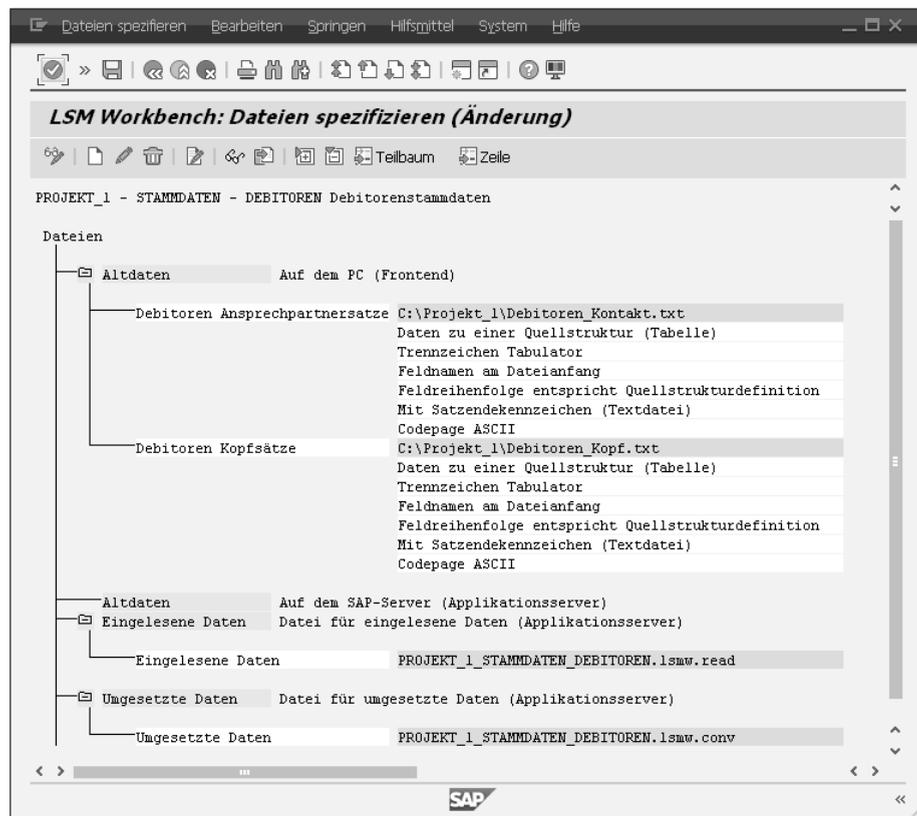

Abbildung 6.33 LSMW – Dateien spezifizieren
In unserem Beispiel liegen die Altdaten in zwei Tabellenblättern einer Microsoft-Excel-Datei vor. Bevor Sie diese der LSMW bekannt machen können, müssen Sie jedes Tabellenblatt im Format TEXT (TABSTOPP-GETRENNT) (*.TXT) abspeichern. Sie vergeben dabei die Dateinamen *Debitoren_Kopf.txt* und *Debitoren_Kontakt.txt* (siehe Abbildung 6.33).
- ▶ Sie positionieren den Cursor im Änderungsmodus auf die Zeile ALTDATEN – AUF DEM PC (FRONTEND) (siehe Abbildung 6.33).
- ▶ Positionieren Sie den Cursor im Änderungsmodus auf die Zeile ALTDATEN – AUF DEM SAP-SERVER (APPLIKATIONSSERVER) (siehe Abbildung 6.33).